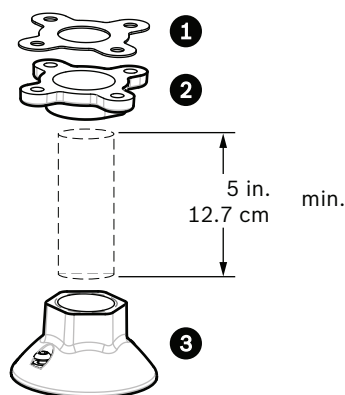

Figure 3.9 Montage sur tube
7. Vissez le capuchon du tube inférieur en le serrant bien afin d'éviter les fuites. Voir *Figure 3.9, Page 45*.